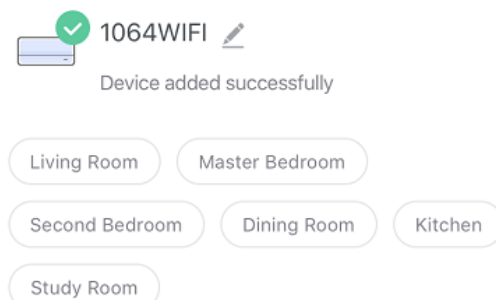

Abb. 3
6. Sie können die Bezeichnung des Geräts ändern. Tippen Sie dazu auf das Stiftsymbol daneben und wählen Sie den Ort Ihres Geräts aus. Tippen Sie dann oben rechts auf "Done" (Erledigt). (Abb. 3)